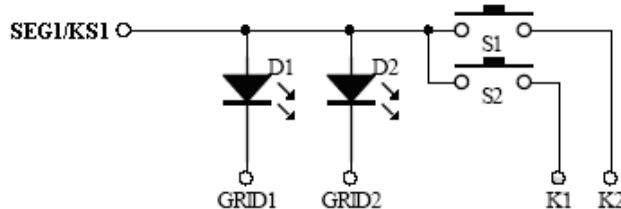

图14
1、在硬件上，可以将需要同时按下的键设置在不同的K线上面如图14所示